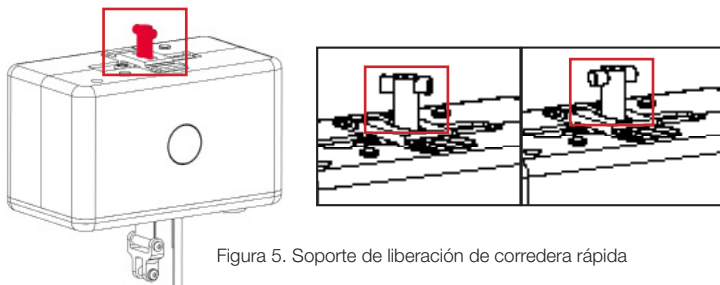

Figura 5. Soporte de liberación de corredera rápida
Si la posición deseada para la unidad de grúa no es paralela al riel, el soporte de liberación de corredera rápida (marcado en rojo en la figura 5) puede ajustarse en intervalos angulares de 45 grados.
- 5) Coloque los tornillos que acompañan a los contactos del cargador (ver figura 5 [B]).